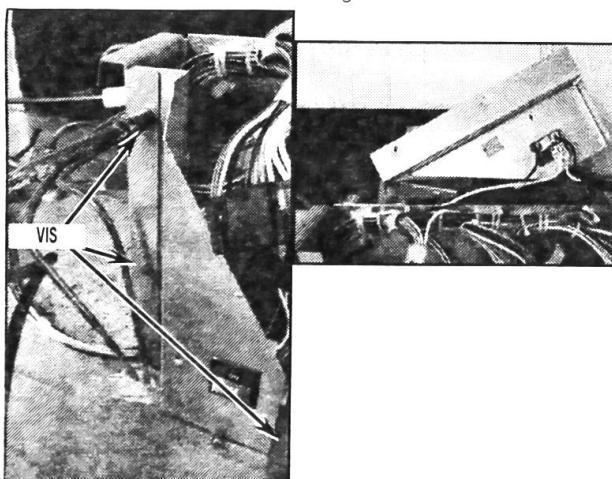

FIGURE 16
21. Retirer les 3 vis de montage de la platine de l'interrupteur. Déplacer la platine de l'interrupteur pour laisser un dégagement suffisant pour le raccordement du câblage et le retrait de l'ancienne carte HT. Voir Figure 16.